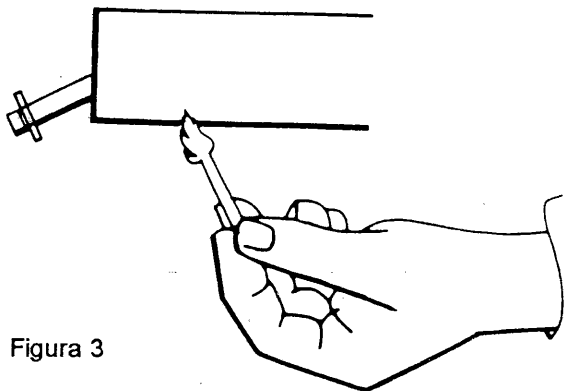

Figura 3
3. Encienda el fósforo y colóquelo bajo el carrete que se ve a través del recubrimiento. (Figura 3)